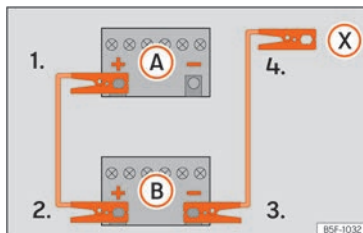

Fig. 44 Schéma de branchement pour les véhicules non équipés du système Start-Stop.
véhicule dont la batterie est déchargée **(A)** » **fig. 44**.
- 4a. Sur les véhicules sans système Start-Stop : raccordez une extrémité du câble d'urgence noir à la borne négative (-) du véhicule fournissant le courant **(B)** » **fig. 44**.